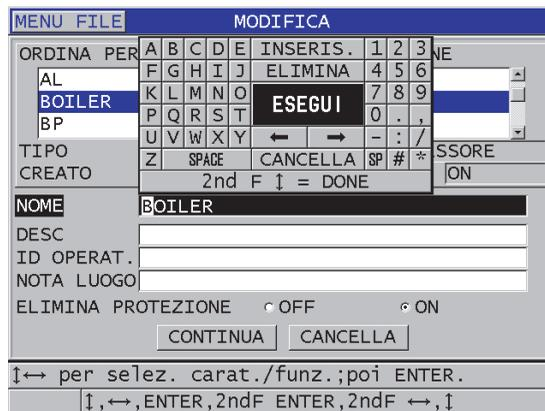

Figura 11-18 Inserire una nuova informazione del file
3. Nella schermata **MODIFICA** (vedere Figura 11-18 a pagina 212):